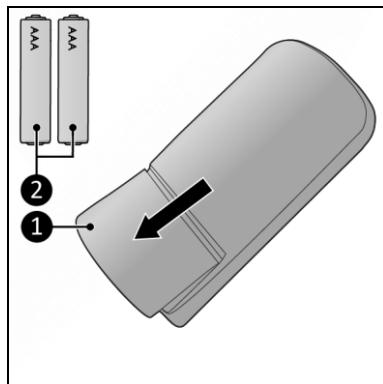

Abbildung 16
- Entfernen Sie die Batterieabdeckung (Abbildung 16, Pos. 1).
- Legen Sie zwei AAA 1,5 V-Batterien (Abbildung 16, Pos. 2) in das Batteriefach ein. Stellen Sie sicher, dass die Batterien richtig eingelegt sind.